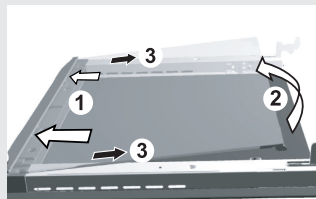

figure 1
- Saisissez la vitre par le bas. Tirez-la délicatement vers vous, puis soulevez-la légèrement - mais pas trop - (de 10 mm au maximum) jusqu'à ce que le coin support sorte de la fente (figure 1).